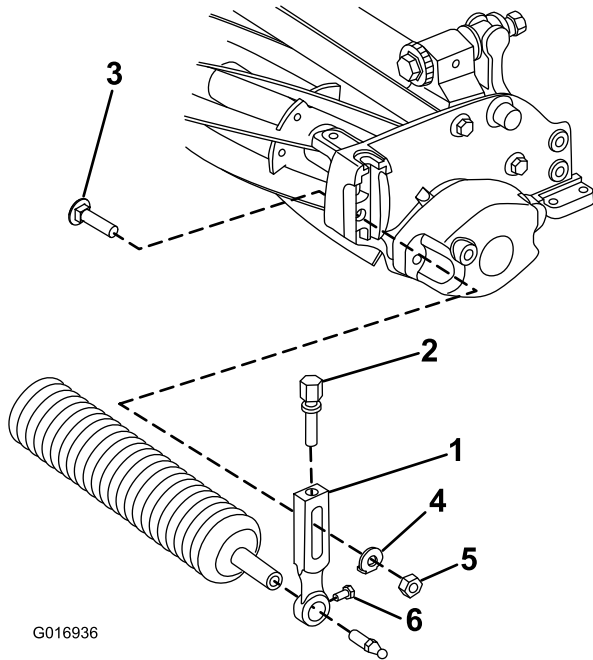

Figura 3
1. Retire el perno avellanado, la tuerca y la tuerca con arandela prensada que sujetan uno de los brazos de ajuste de la altura de corte a la chapa lateral de la unidad de corte (Figura 3).
5. Sujete provisionalmente el rodillo a la unidad de corte con el brazo de ajuste de la altura de corte y las fijaciones retiradas anteriormente (Figura 3).
7. Apriete los tornillos de montaje del rodillo (Figura 3).
2. Afloje los tornillos de montaje del rodillo de los brazos de ajuste de la altura de corte (Figura 3).
3. Introduzca el eje del rodillo en el brazo de ajuste de la altura de corte del otro lado de la unidad de corte (Figura 3).
4. Coloque el brazo de ajuste de la altura de corte sobre el eje del rodillo (Figura 3).